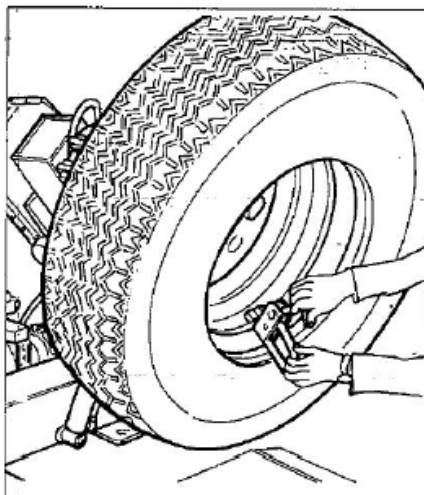

Рис. 7.9
8) Снять зажим РС и закрепить его в направлении 6 часов с другой стороны обода колеса (см. рис. 7.9).
- 10) Закрепить зажим РС в нижней части (в направлении 6 часов) другого (внешнего) борта шины (см. рис. 7.9).